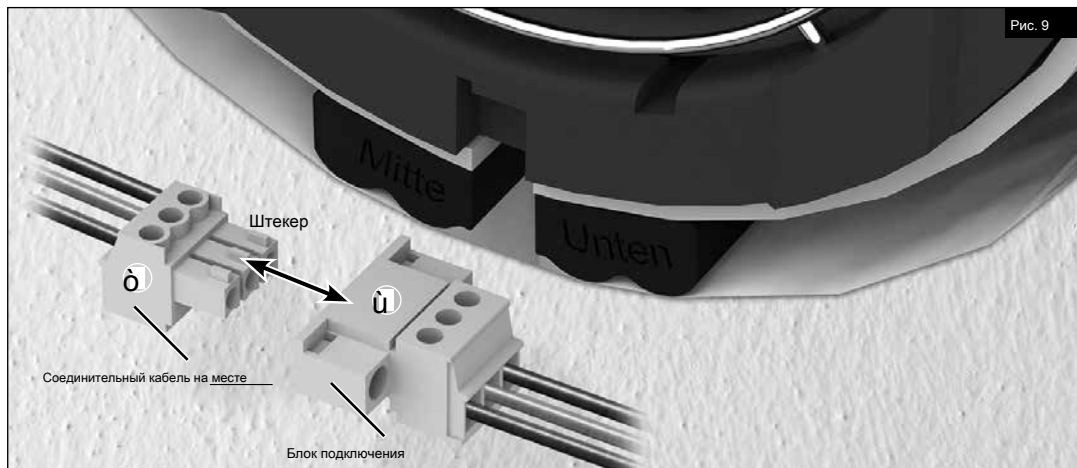

Рис. 9
3. Отсоедините разъем разъема (деталь δ из \cup) (см. рис. 9).